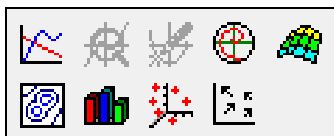

Рис. 1.4. Панель **График (Graph)**
2. **График (Graph)** – шаблонами двумерных и трехмерных диаграмм (рис. 1.4).